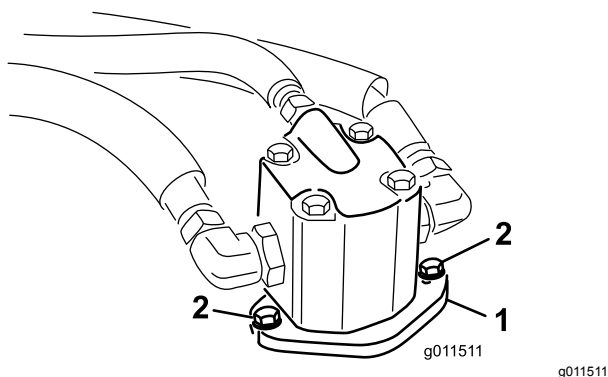

Figura 94
4. Retire os parafusos que fixam o motor hidráulico à plataforma do cortador (**Figura 94**).